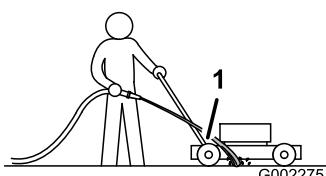

Figura 32
- Tenete il flessibile da giardino all'altezza della stegola e indirizzate il getto per terra, davanti alla ruota posteriore destra (Figura 32).